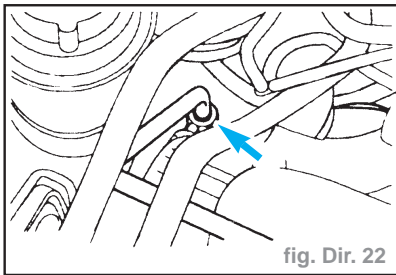

fig. Dir. 22
- Débrancher le raccord de flexible haute pression (fig. Dir. 22) :
- Brancher le raccord du flexible haute pression, serrage à **6,5 daN.m** (fig. Dir. 22).